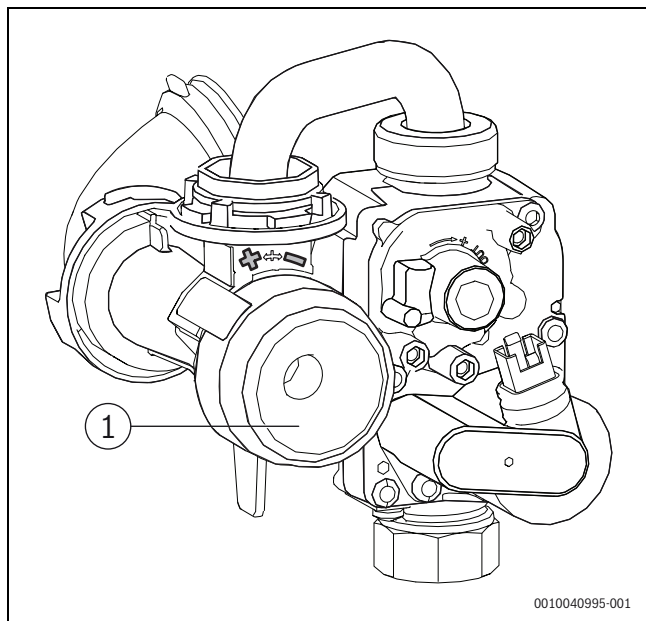

Bild 50 Gas-Luft-Verhältnis einstellen
- CO₂- oder O₂-Gehalt für die maximale Nennwärmeleistung gemäß Tabelle prüfen und ggf. anpassen (→ Seite 40, Bild 50).